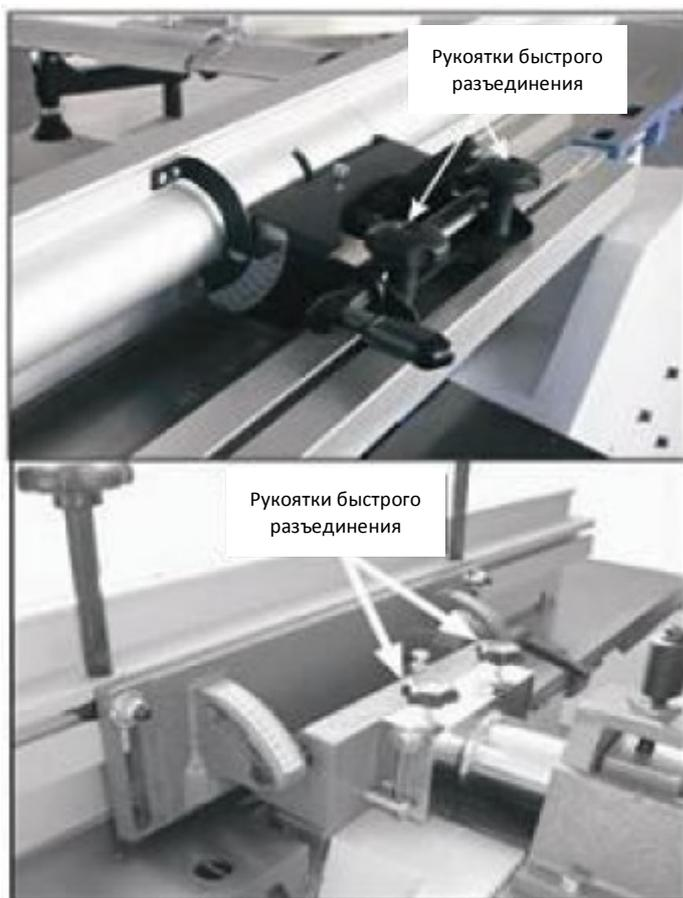

Рис. 20. Снятие параллельного упора
3. Ослабить рукоятки быстрого разъединения (рис. 20) и снять параллельный упор со станка.